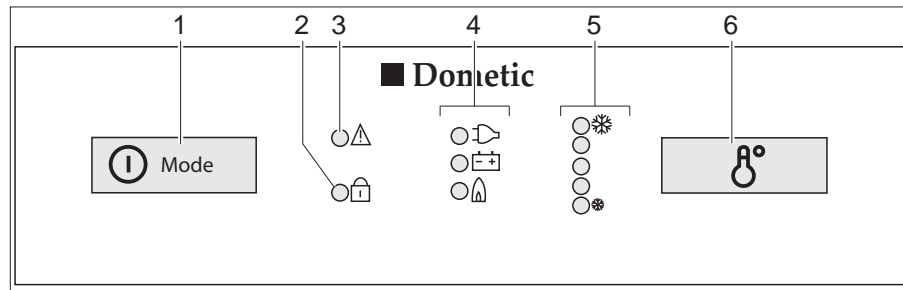

Bild 226 Reglage, knappar för kylskåpet (Dometic 8-serie med MES)
- Tryck på strömbrytaren/energiväljaren (Bild 226,1) i två sekunder för att starta apparaten. Lysdiod för senast valda driftläge tänds.
- Tryck eventuellt in strömbrytaren/energiväljaren (Bild 226,1) flera gånger tills driftindikatorn gas "🔥" tänds. Nu är gastillförseln öppen. Tändning sker automatiskt. Ett tickande ljud hörs tills tändningsproceduren är klar.
- Ställ in kyltemperaturen med brytaren för temperaturinställning (Bild 226,6).
- Tryck eventuellt in strömbrytaren/energiväljaren (Bild 226,1) flera gånger tills driftindikatorn 230 V "" tänds.
- Tryck eventuellt in strömbrytaren/energiväljaren (Bild 226,1) flera gånger tills driftindikatorn 12 V "" tänds.